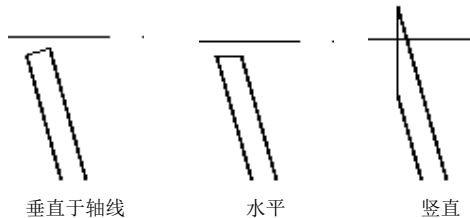

图 5-26 顶部截面样式
- 底部/顶部截面样式：指定未附着到参照或图元时柱的底部顶部的截面样式，包括“垂直于轴线”“水平”和“竖直”，如图5-26所示。